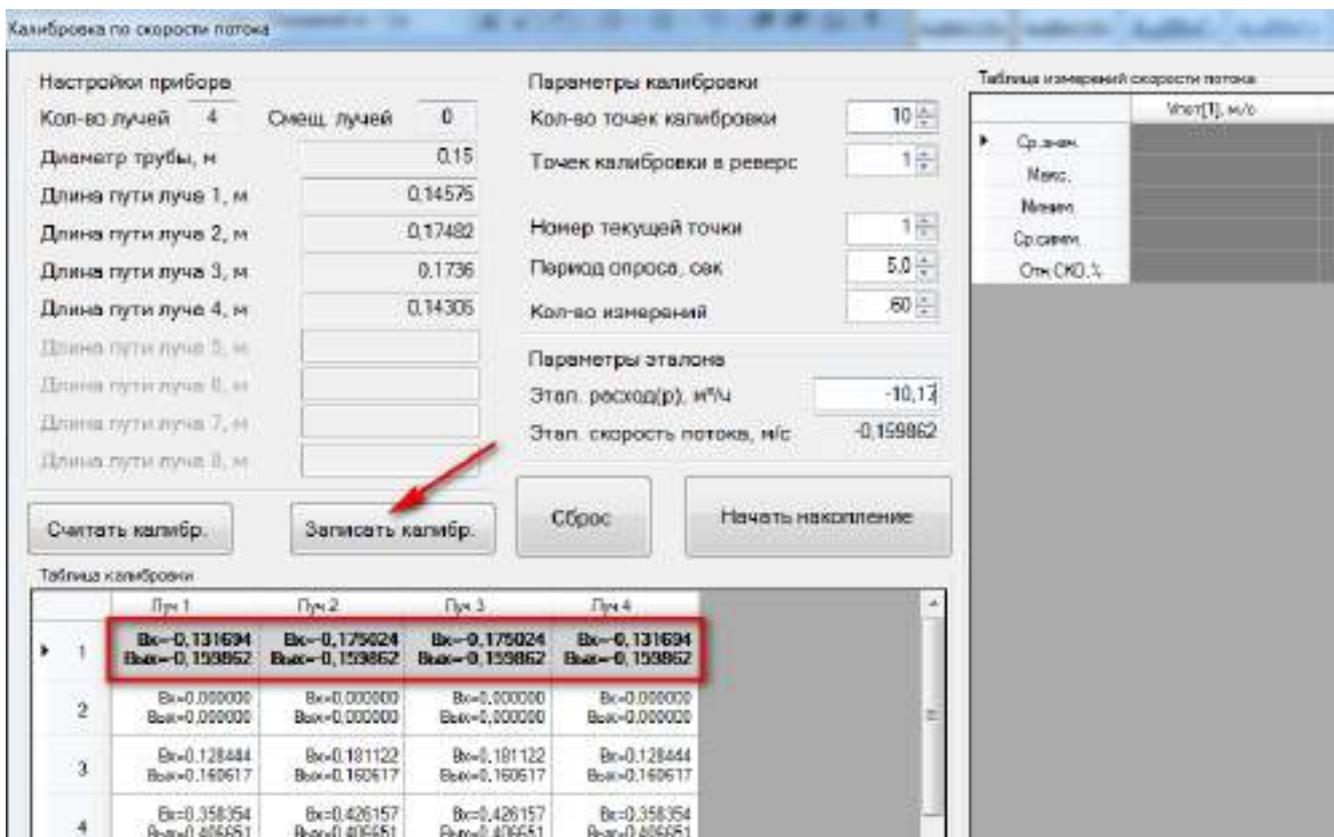

Рисунок 3.6 – Записать результаты калибровки
3. После окончания измерений программа автоматически выполнит расчет калибровочных коэффициентов с занесением результатов калибровки в Таблицу калибровки. Для применения результатов необходимо нажать кнопку "Записать таблицу калибровки" (Рисунок 3.6).